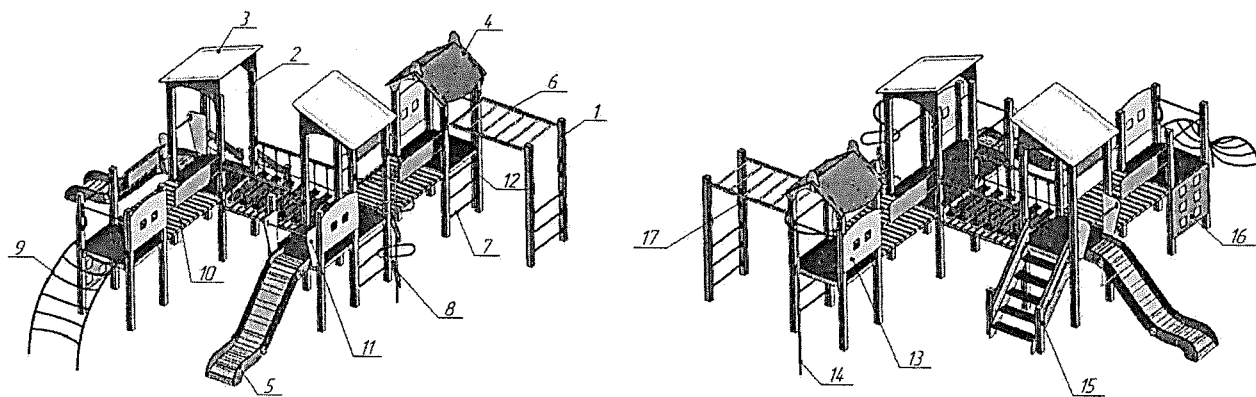

Рис. 5 Схема сборки
17.6. Схема сборки приведена на рис. 5.